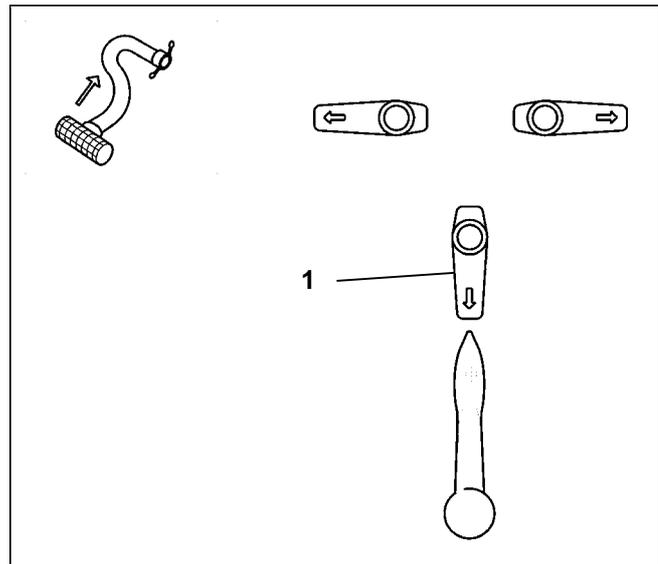

Fig. 10.6
2. Saugschlauch 3" (8m), Best.-Nr. 918371 (Fig. 10.6)
- 3" Saugschlauch: erst den 3-Wege-Umschalthein in Position „Ansaugen“ verschwenken. Nachdem die Pumpe Flüssigkeit angesaugt hat, den 3-Wege-Umschalthein (Fig. 10.6/1) ebenfalls in Position „Ansaugen“ verschwenken.